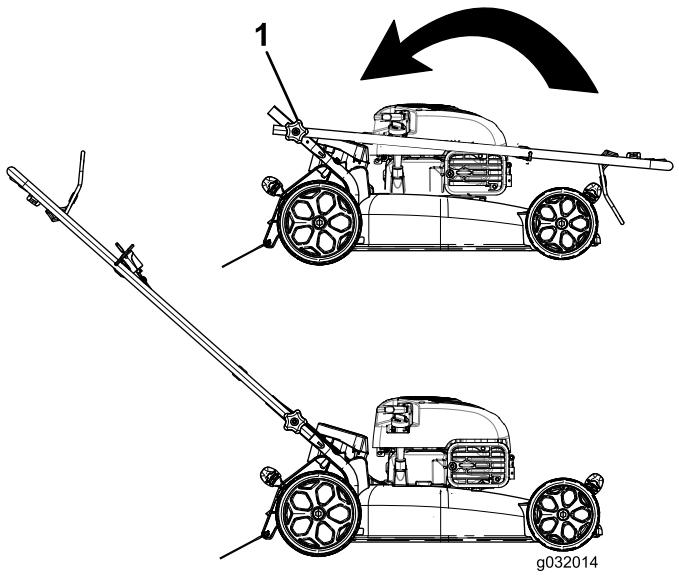

Bild 4
3. Schieben Sie den Holm in die Betriebsstellung (Bild 4).